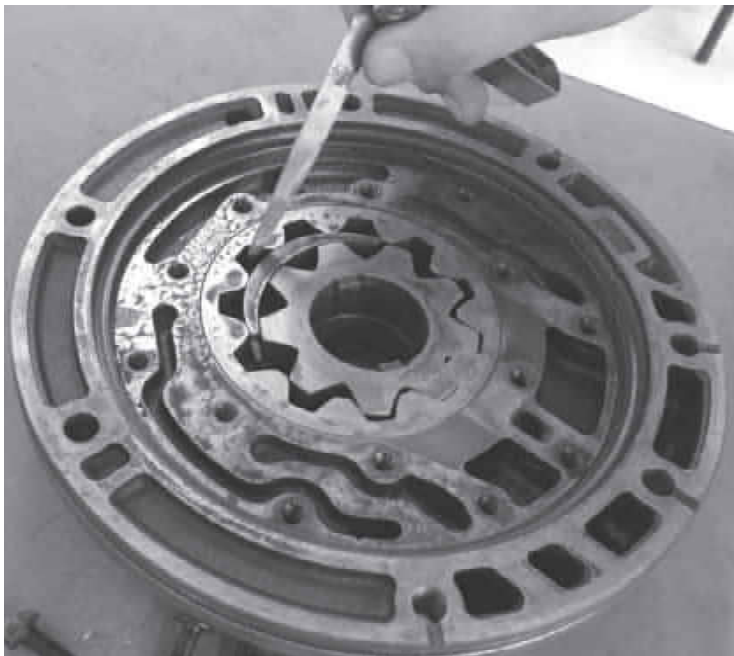

图 3-16 检测顶部间隙
(2)检测顶部间隙。用厚薄规测量从动齿轮和泵体月牙板之间的顶部间隙,如图 3-16 所示。标准顶部间隙为 $0.004 \sim 0.248 \text{ mm}$,最大顶部间隙为 0.300 mm 。如果顶部间隙大于最大间隙,则更换油泵体分总成。